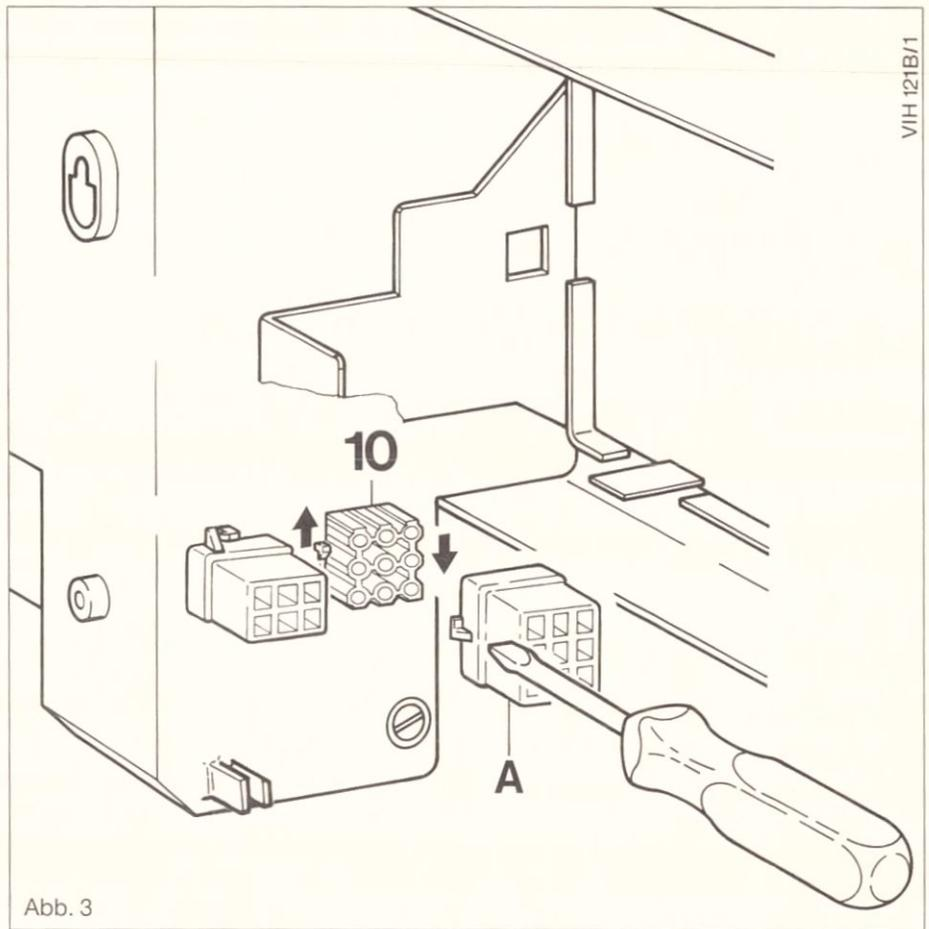

Abb. 3
Die Verdrahtung gemäß Abb. 3 – Abb. 9 vornehmen.
Am Kessel die obere Abdeckplatte abnehmen. Blindstecker (A) mit geeignetem Werkzeug entfernen. (Abb. 3).
Das 7-adrige Kabel mit 9-poligem Stecker vom VIH zum Kessel führen und mit dem vorhandenen 9-poligen Stecker (10) verbinden. (Abb. 3).